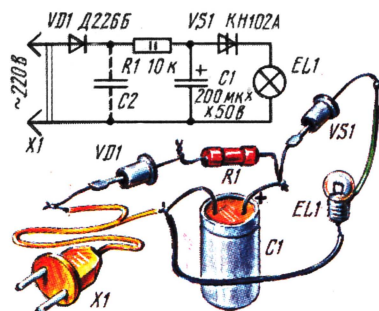

Рис. 3
**Генератор световых вспышек** (рис. 3). Он позволяет получить световые вспышки лампы накаливания. Когда вилка X1 генератора будет вставлена в сетевую розетку, начнет заряжаться конденсатор C1 (только в положительные полупериоды). Ток зарядки ограничивается резистором R1. Как только напряжение на нем достигнет напряжения включения динистора, конденсатор разрядится через него и лампу EL1. Хотя напряжение на конденсаторе намного превышает (в 8 раз!) рабочее напряжение лампы (2,5 В), она не перегорит, поскольку длительность импульса разрядного тока слишком мала.